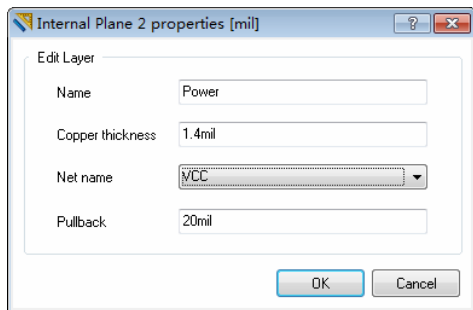

图 11-27 内部平面层连接 VCC
(5) 继续单击 Add Plane 按钮, 在 Ground 平面层下方添加一个内部平面层, 双击该平面层或者单击 Properties 按钮, 打开其属性对话框, 将平面层名称改为 Power, Net name 设为 VCC, 如图 11-27 所示。